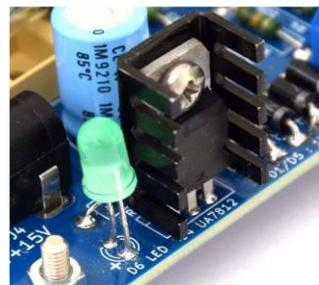

Figure III-02
- Il est **vivement conseillé** de monter un refroidisseur sur le régulateur L7812 (U4) car un différentiel de tension important entraîne un échauffement normal de ce régulateur, dont il faut évacuer les calories par convection naturelle. Ci-contre, la figure III-02 montre le détail du régulateur équipé d'un refroidisseur adapté.